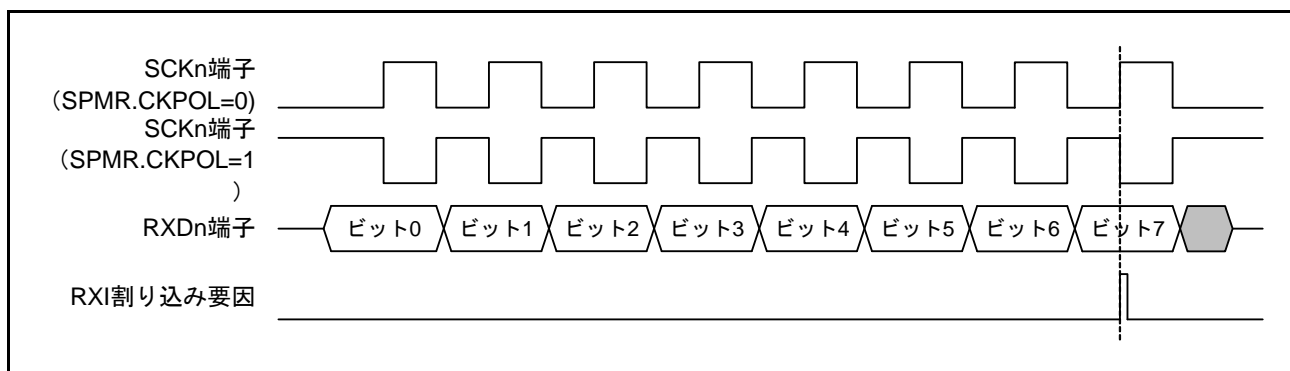

図 35.73 簡易 SPI モード（クロック遅れあり）RXI 割り込み発生タイミング
(1) マスタモード
- クロック遅れあり設定（SPMR.CKPH ビット＝“1”）の場合、図 35.73 に示すように SCKn 端子の最終クロックエッジ手前のクロックエッジで受信データフル割り込み（RXI 割り込み）が発生します。このとき、SCR.TE, RE ビットを SCKn 端子の最終クロックエッジより前に“0”に設定すると SCKn 端子出力がハイインピーダンスとなり、最終送受信クロックのクロックパルス幅が短くなります。また、RXI 割り込み後、SCKn 端子の最終クロックエッジより前に接続先スレーブに対する SSn# 端子入力信号を High にするとスレーブが誤動作する可能性があります。